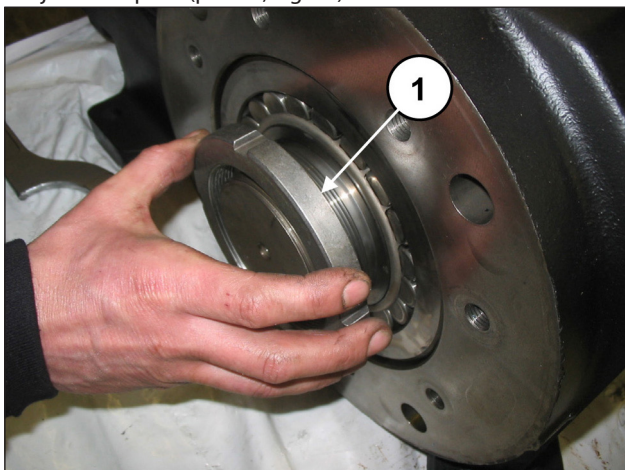
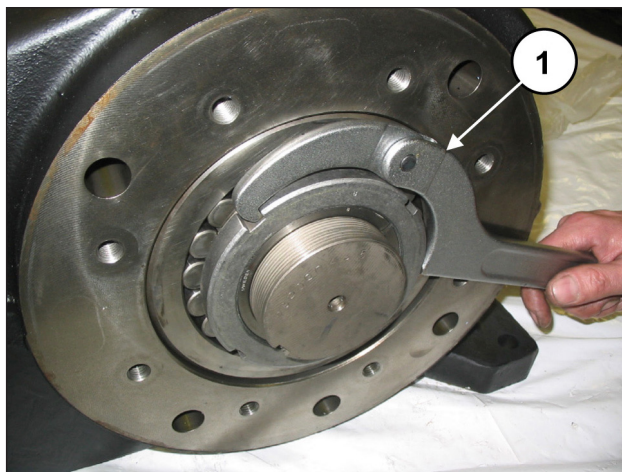

Fig. 19
Fig. 20
Enroscar una corona de tipo SKF KM19 en el casquillo de presión (pos. ①, Fig. 19) y, utilizando una llave adecuada, aflojar el casquillo (pos. ①, Fig. 20).